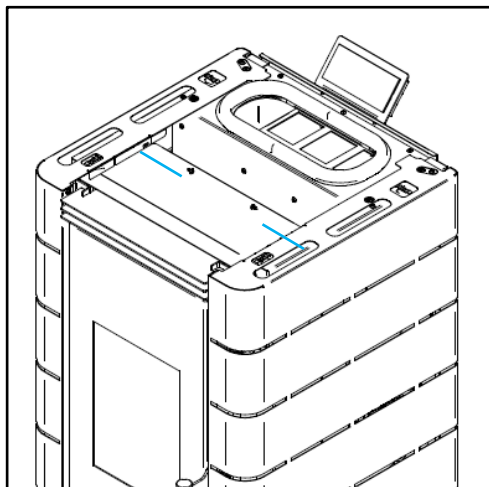

Figura 59 - Fixação das capas laterais na parte superior
d) Repetir o processo realizado no ponto b e c deste manual para a outra envolvente. Apertar as laterais utilizando dois parafusos do kit, um em cada lado, como demonstra a Figura 59.